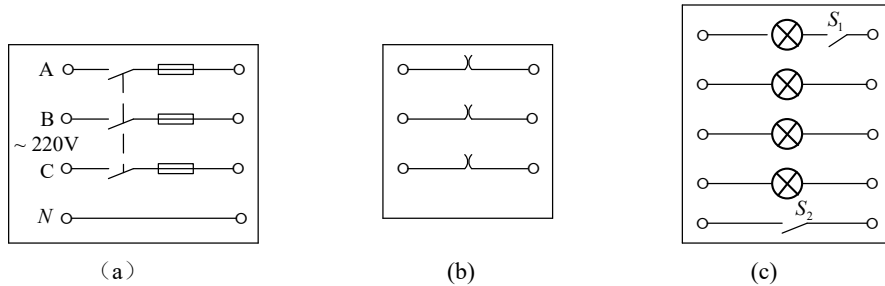

图 5.3 三相交流实验中所用电源板、电流插座及灯板的示意图
1. 将图 5.3 中白炽灯泡负载画成星形联结和三相电流插座及电源开关相连。要求一次接线能完成实训内容 2 中各项要求。分析图 (c) 中 S_1 、 S_2 起什么作用。
2. 将图 5.3 中白炽灯泡负载画成三角形联结的三相对称负载，并在 AB 相中串联一个测量相电流的电流表。